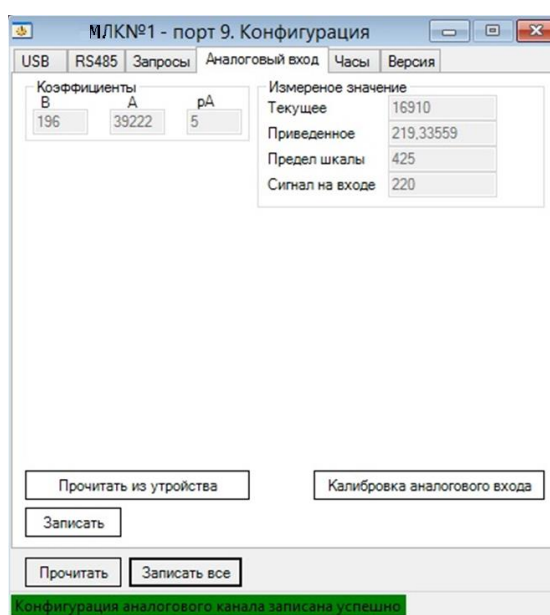

Рисунок 3.10 – Окно «Конфигурация», «Аналоговый вход» МЛК в «УниКоне»
3.4.4 Вкладка «Аналоги» (рисунок 3.10) содержит следующие подстраиваемые параметры: